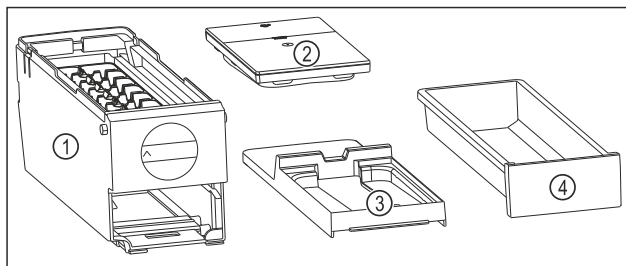

Fig. 145 Součásti EasyTwist-Ice
- EasyTwist-Ice je rozebrán na čtyři části. (viz Fig. 145)
- EasyTwist-Ice rozebírejte pouze na zobrazené součásti. (viz Fig. 145)
- Korpus EasyTwist-Ice Fig. 145 (1) vyčistěte jako celek.